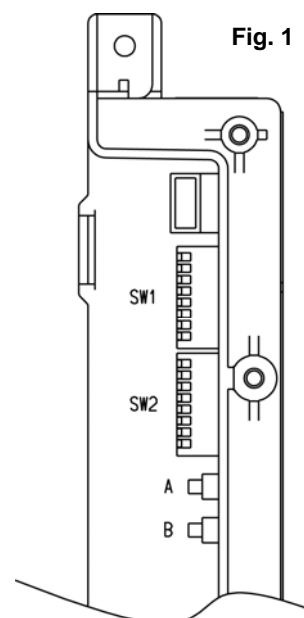

Fig. 1
4. Verificare che il tipo di gas selezionato tramite la posizione dei microinterruttori del PCB (Fig.1) coincida con il gas dell'impianto (fare riferimento alla tabella riportata a **pag.36**).